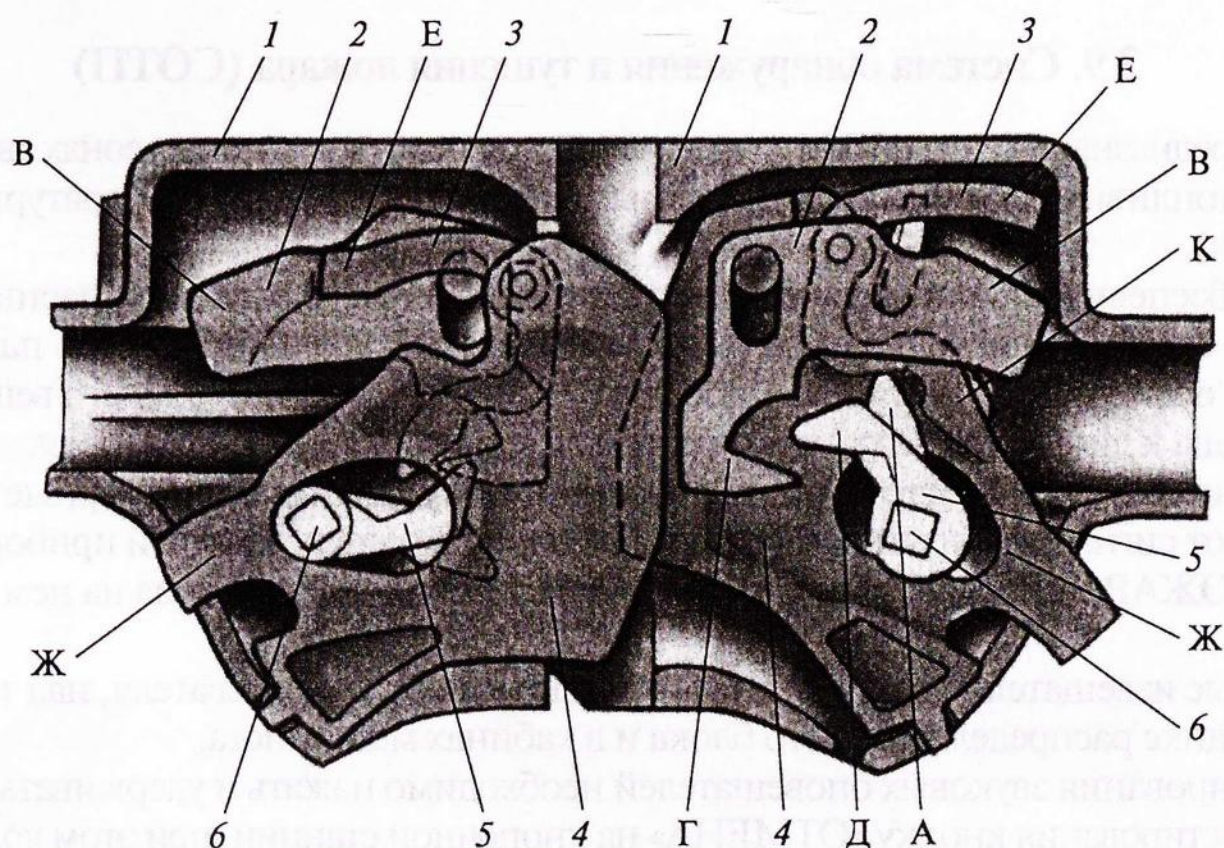

Рис. 3.25. Разрез автосцепки в расцепленном состоянии:
**Расцепление вагонов.** Для разъединения автосцепок необходимо один из замков 4 (рис. 3.25) утопить внутрь корпуса 1, повернув расцепной рычаг. При этом вращаются ва-